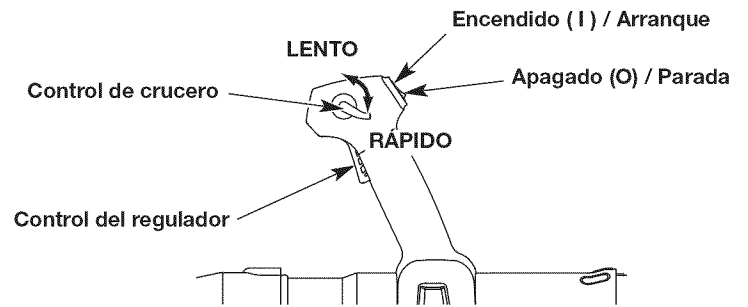

Fig. 10
NOTA: No hay necesidad de encender la unidad. El interruptor de Encendido/Apagado debe estar en la posición ENCENDIDO (I) en todo momento (Fig. 10).
NOTA: NO apriete el control del regulador hasta el paso 9 (Fig. 10).
2. Oprima y no suelte el interruptor de control de Encendido y Apagado en la posición APAGADO (O) hasta que el motor se detenga por completo (Fig. 10).
- NOTA:** No hay necesidad de encender la unidad. El interruptor de Encendido/Apagado debe estar en la posición ENCENDIDO (I) en todo momento (Fig. 10).
- NOTA: NO** apriete el control del regulador hasta el paso 11 (Fig. 10).
- Utilice el control de crucero para facilitar el funcionamiento continuo (Fig. 10).